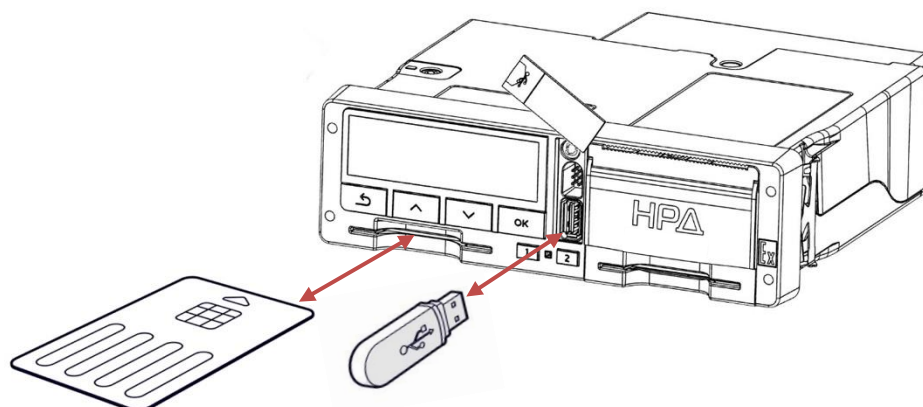

Рисунок 36. Выгрузка данных
- с помощью USB накопителя. Подключение USB накопителя к тахографу производится через USB разъем (см. Рисунок 36. Выгрузка данных). Для выгрузки «Архива карты» необходима сама карта водителя. Для выгрузки «Архив тахографа» должна быть установлена карта предприятия, контролера или мастерской, и введен ее PIN-код. Расшифровка информации, скопированной с тахографа, производится с помощью специализированного ПО (см. где скачать ПО на стр. 39).